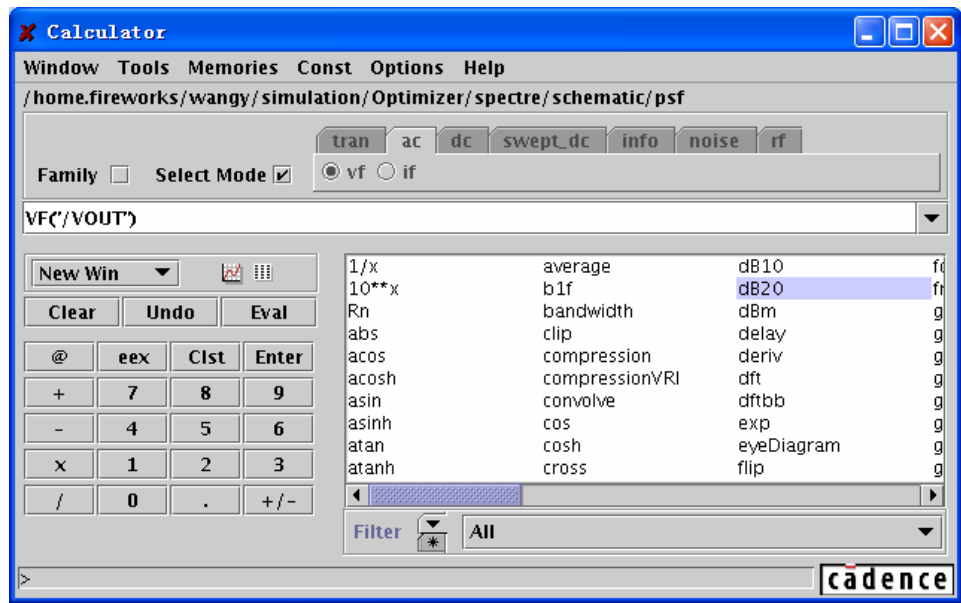

图 8.18 在“Calculator” 的缓存中获得图 5.3 中共源放大器的输出节点的电压表达式“VF(/VOUT)”
- 3) 在“Calculator” 的缓存中获得该节点的电压表达式“VF(/VOUT)”，如图 8.18 所示。